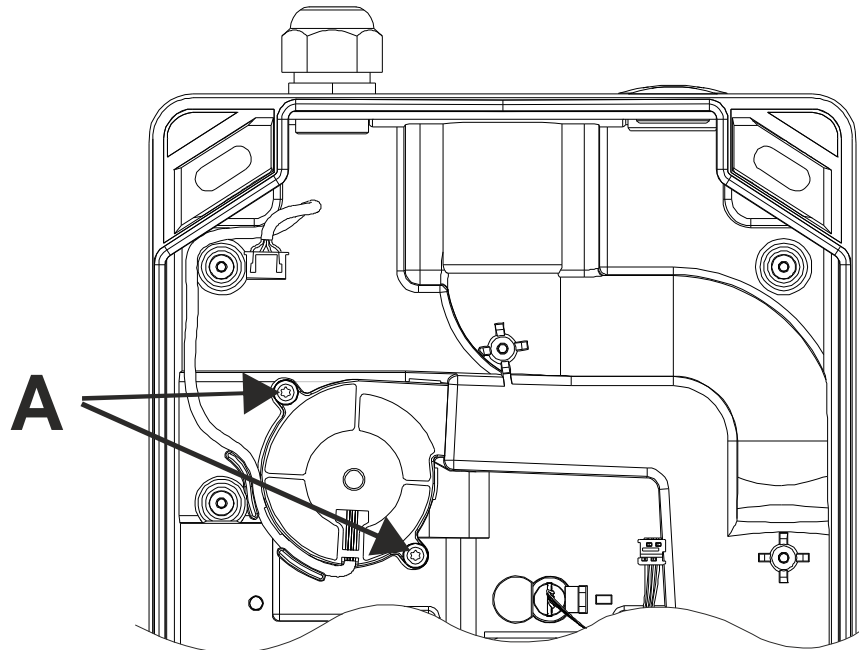

Fig. 51 Smontaggio del gruppo ventola in aspirazione
- Allentare le due viti A del gruppo ventola in aspirazione con un cacciavite Torx T15 (ved. Fig. 51).